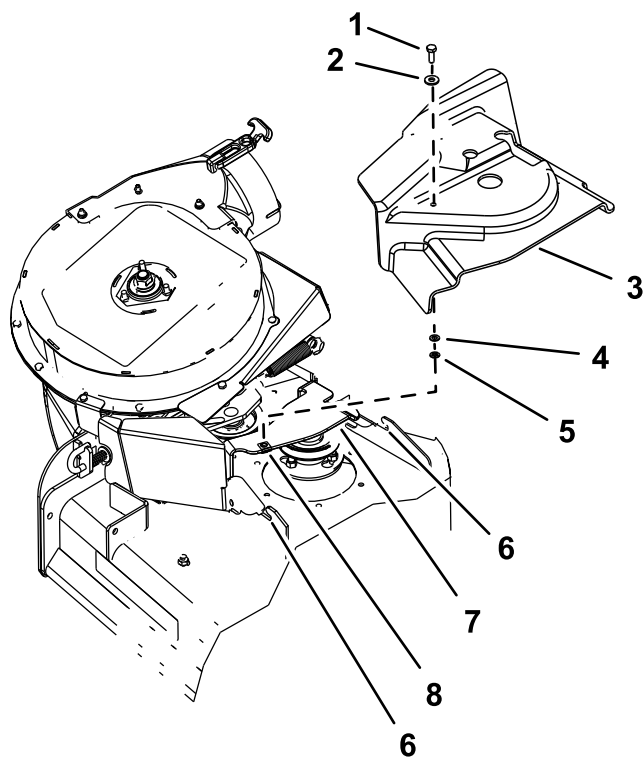

Figura 18
1. Assemblate la rondella ($\frac{5}{16}$ x $\frac{3}{4}$ ") con il bullone a testa esagonale ($\frac{1}{4}$ x $\frac{3}{4}$ ") come mostrato in Figura 18.
2. Inserite bullone e rondella nel foro sopra il copricinghia del kit soffiatore e trasmissione OEM (Figura 18).
3. Dalla base del copricinghia, assemblate la rondella ($\frac{1}{4}$ " x $\frac{1}{2}$ ") e il fermo sulle filettature del bullone a testa esagonale (Figura 18).
2. Allineate il copricinghia alle tacche nelle flange della scocca (Figura 18).
4. Fissate il copricinghia alla relativa staffa con il bullone a testa esagonale (Figura 18).